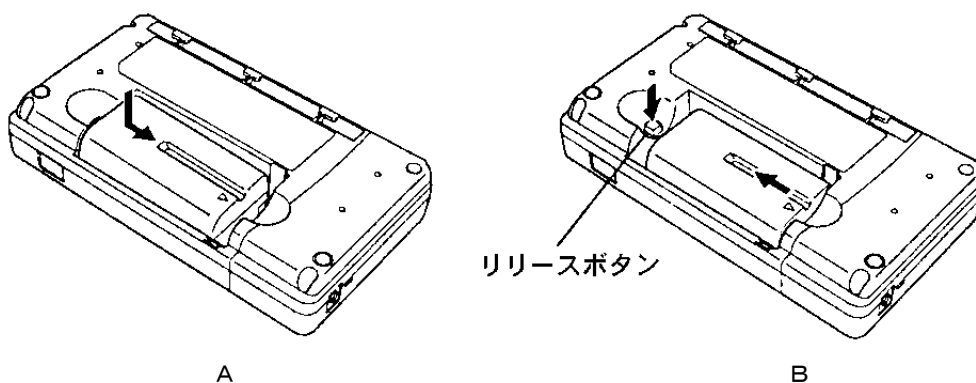

図4-2 バッテリーパックの接続
a) バッテリーパックの取り付けかた(図4-2のA参照)
b) バッテリーパックの取り外しかた(図4-2のB参照)